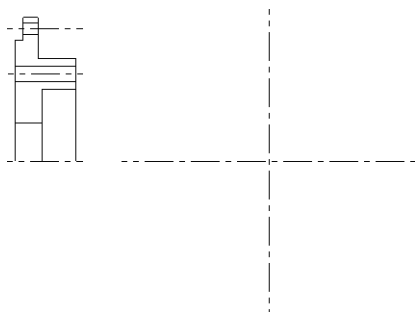

图 5-82 偏移中心线
⑤ 偏移中心线。按上述同样的方法，以复制的方式将主视图中的中心线向上偏移，偏移距离分别为 115 和 175，再单击“确定”按钮 ，操作结果如图 5-82 所示。